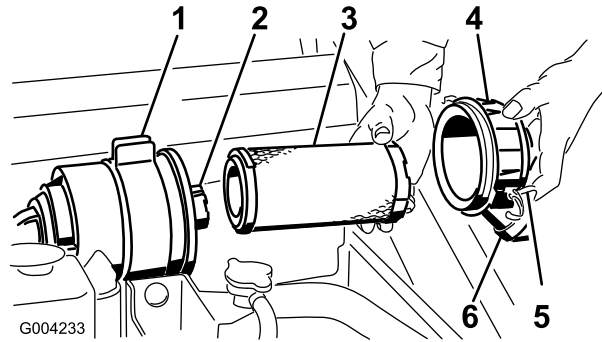

Figure 26
3. Ouvrez les dispositifs de verrouillage du filtre à air et enlevez le couvercle du corps du filtre (Figure 26).
6. Sortez l'élément principal du corps du filtre avec précaution (Figure 26). Évitez de cogner l'élément à l'intérieur du corps.
- Si vous remplacez l'élément filtrant de sécurité, insérez-le avec précaution dans le corps du filtre (Figure 26).
- Placez ensuite l'élément principal sur l'élément de sécurité avec le même soin (Figure 26). Assurez-vous qu'il est bien engagé en appuyant sur le rebord extérieur.
- Reposez le couvercle du filtre à air, le côté portant l'inscription "UP" en haut, et fermez les dispositifs de verrouillage (Figure 26).